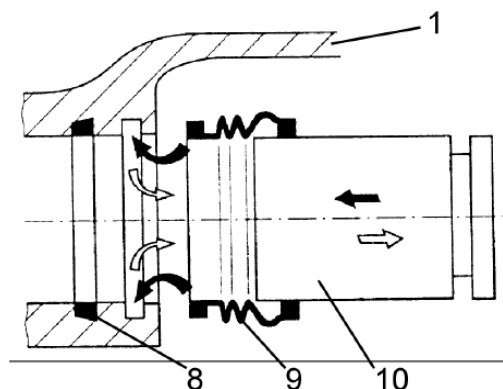

Рис. 3
2.2.8 установите пыльник (9) на заднюю часть поршня (10) и в проточку скобы (1) при помощи подходящего инструмента. Задвиньте поршень (10) в цилиндр скобы, рис.3